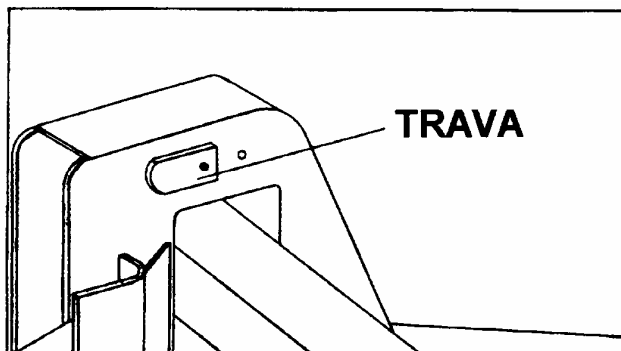

FIG.1
- DURANTE AS OPERAÇÕES DE PLANTIO, TRANSPORTE E ARMAZENAGEM, MANTENHA O RODADO AUXILIAR DESTRAVADO (Fig. 1).